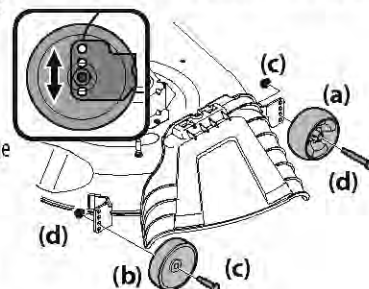

Figure 20
- b. Retirez les écrous autobloquants (c) et les boulons à épaulement (d) qui fixent la roue avant (a) et la roue arrière (b) au plateau de coupe, puis enlevez les roues. Voir Figure 20.